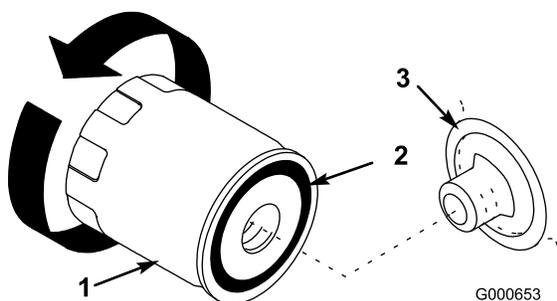

Рисунок 24
7. Снимите старый фильтр и протрите поверхность прокладки переходника фильтра (Рисунок 24).
10. Нанесите тонкий слой свежего масла на резиновую прокладку нового фильтра (Рисунок 24).
11. Установите новый масляный фильтр в адаптер фильтра. Поверните масляный фильтр по часовой стрелке, пока резиновая прокладка не соприкоснется с адаптером фильтра, после этого затяните фильтр, повернув его еще на пол-оборота (Рисунок 24).